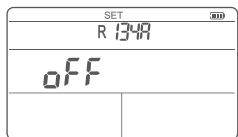

Abbildung 9 Automatisches Abschalten der Schnittstelle
2. Drücken Sie zweimal kurz die Taste , um auf die automatische Abschalteneinstellung umzuschalten (Abbildung 9).